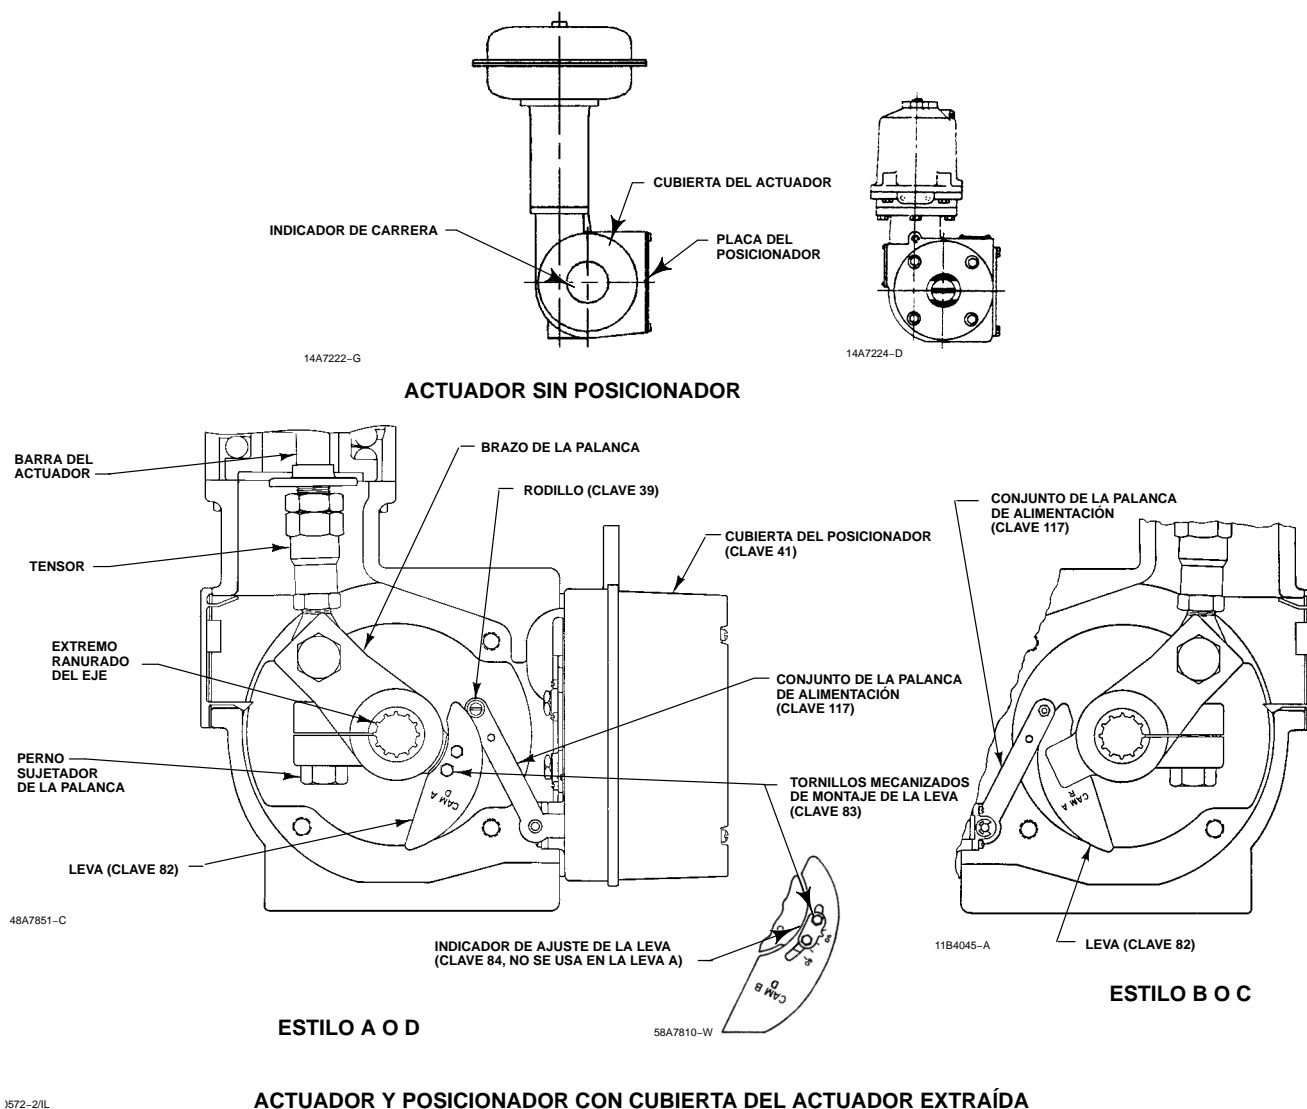

Figura 3. Detalles de montaje típicos para posicionadores de las series 3610J y 3620J en actuadores rotatorios
Durante los siguientes procedimientos de montaje, consultar la figura 3 para ver las ubicaciones de las piezas. Consultar la figura 28 para ver las ubicaciones de los números de clave, a menos que se indique otra cosa.
**Las levas A, B y C tienen la letra D (acción directa) de un lado y la letra R (acción inversa) del otro lado. Instalar siempre la leva con la letra D del mismo lado que las cabezas de los tornillos de montaje de la leva (clave 83, figura 3).**
Durante los siguientes procedimientos, consultar la figura 3 para ver las ubicaciones de las piezas, y la figura 28 para obtener las ubicaciones de los números de clave, a menos que se indique otra cosa.
**lado que las cabezas de los tornillos de montaje de la leva (clave 83, figura 3).**